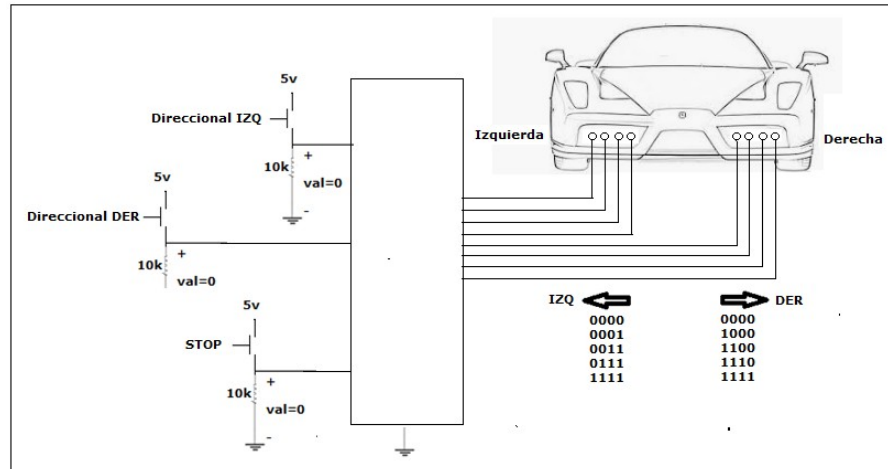

Figura 3. Control de direccionales y stop de un auto
3.- Diseñe un programa que permita controlar la direccional izquierda, derecha y el stop de un automóvil, figura 3.